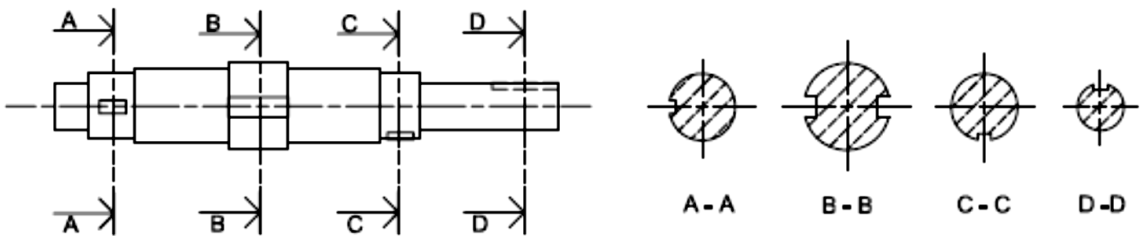

Fig. 13
Al desplazarse, el contorno de la sección debe dibujarse con línea continua gruesa y colocarse ya sea cerca y conectada con la vista por una línea en cadena delgada o en una posición diferente e identificarse en forma convencional por medio de designaciones fig. 13 fig. 14.
14) Las secciones sucesivas pueden arreglarse en forma similar a lo mostrado para distribución y comprensión del dibujo, Fig. 13, Fig.14 y Fig.15.